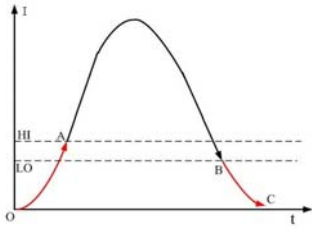

图 1: 电流继电器 1 工作原理
(1) **欠电流继电器 1:** 当检测电流正常时, 继电器 1 吸合, 当电流小于欠电流设定值时 L0, 继电器 1 触点释放。欠电流继电器 1 的动作和被测电流变化的关系如图 1 所示: OA、BC 段表示欠电流保护区, 欠电流继电器释放, AB 段欠电流继电器吸合。合理设置